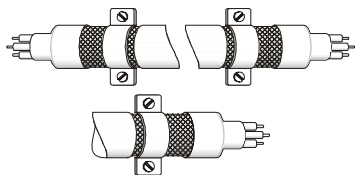

图 2
4. 电机线的隔离铜网与金属板的连接方式需正确, 应将电机线两端的隔离铜网使用 U 型金属配管支架与金属板固定, 正确连接方式请见图 2 中的连接方式。